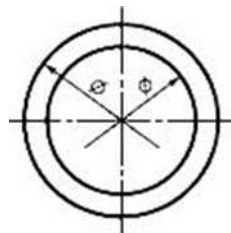

Рис.1.5
7. Размерные числа наносят над размерной линией возможно ближе к ее середине. При нанесении размера диаметра внутри окружности размерные числа смещают относительно середины размерных линий (рис. 1.5).